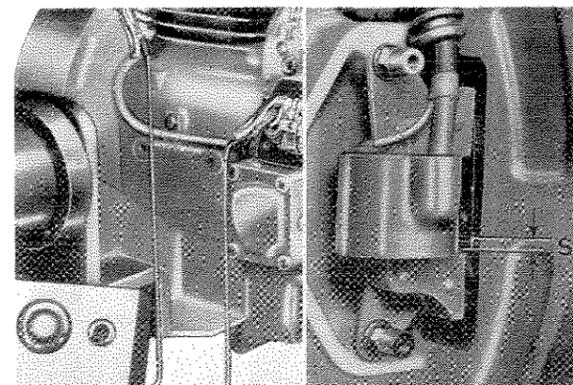

Fig. 61 - Controllo strappo
- Collegare un circuito con lampadina spia e chiusura attraverso i contatti (fig. 61).